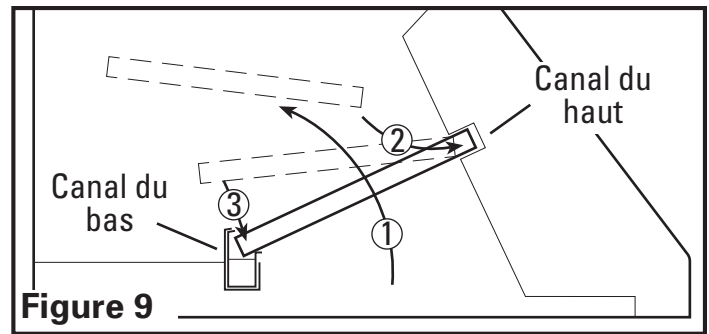

Figure 9
3. Installez les filtres déflecteurs en insérant le haut du filtre dans le canal du haut de la hotte, puis glissez le bas du filtre dans le canal du bas. Les filtres ont un sens pour le haut et le bas. Le bas sur le filtre aura des petits trous pour le drainage. Ces trous doivent faire face vers le bas en direction du dalot à graisse pour être efficaces (Figure 9).